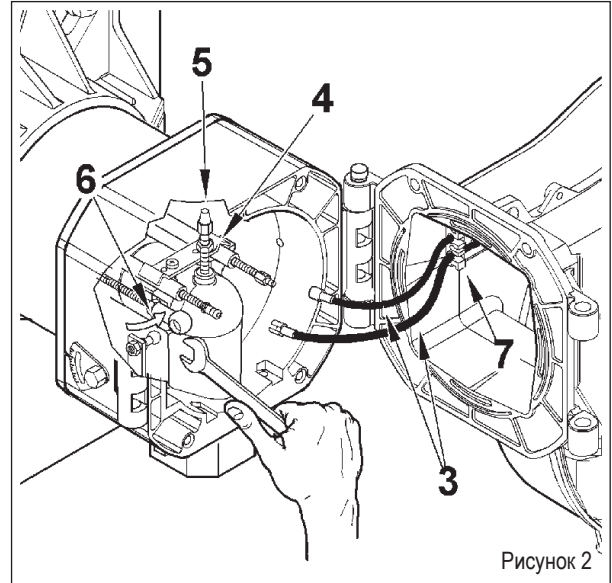

Рисунок 2
- Тем же ключом выполните операции на шаровом шарнире (6) в направлении, указанном стрелкой, отцепляя рычаг продвижения головки горения (рисунок 2).